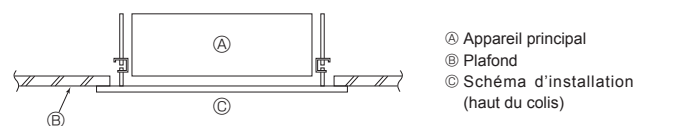

Fig. 3-8
3.7. Confirmer l'emplacement de l'appareil principal et serrer les boulons de suspension (Fig. 3-8)